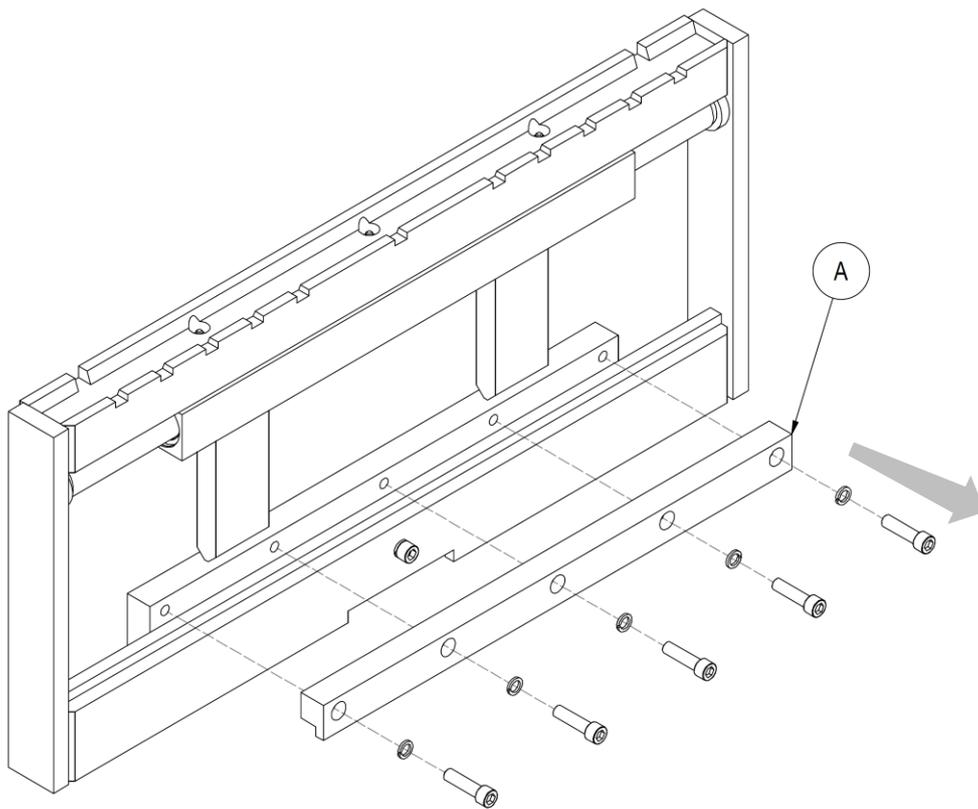

Figure 2
4. Retirer le crochet inférieur **A** (voir *Figure 2*).